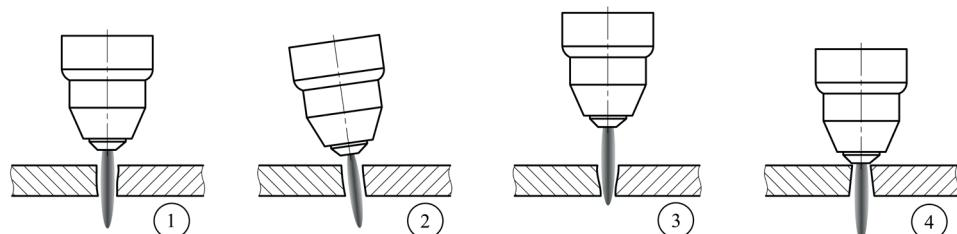

Рис. 7.5. Влияние угла наклона на качество реза.
- **Угол наклона плазмотрона относительно разрезаемого металла (см. рис. 7.5).**